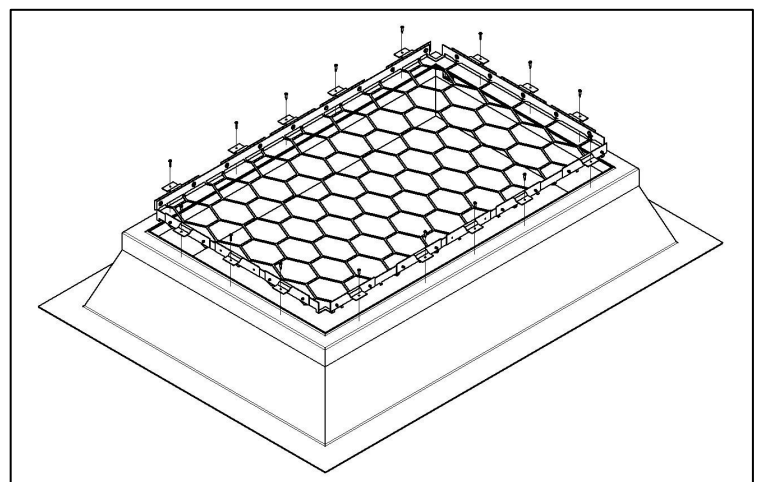
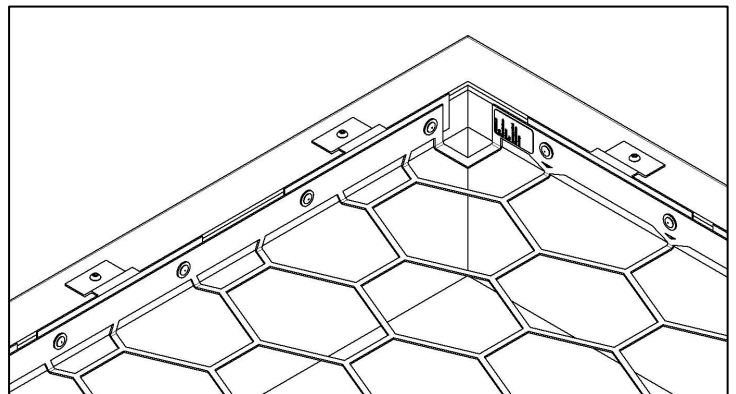

Bild 3
Bild 5
3. Das positionierte Gitter mittels Bohrschrauben 4,8x23 T25 in den Aufsetzkranz montieren. (Bild 3, Bild 5)